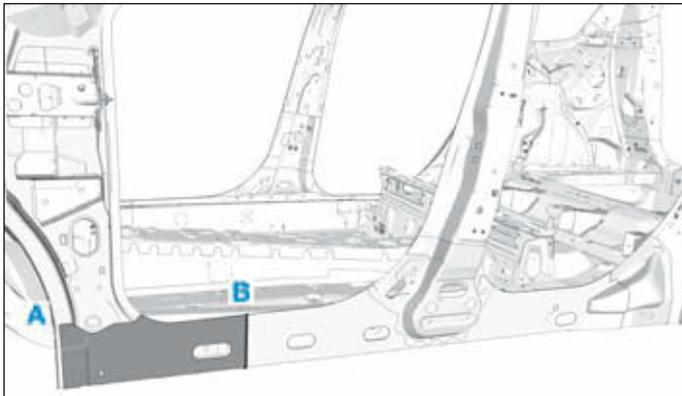

FIG.52
- Respecter les lignes de coupe (A) et (B) (Fig.52).